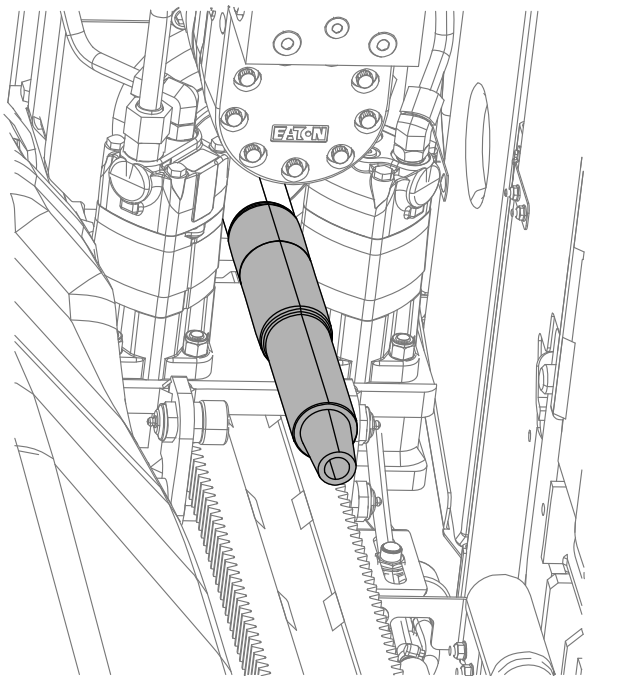

Bild 118
- B. Stellen Sie für entweichendes Frostschutzmittel eine Auffangwanne unter die Bohrspindel (**Bild 118**).
- D. Wenn das Frostschutzmittel aus der Bohrspindel (Bild 118) austritt, schalten Sie die Pumpe ab.